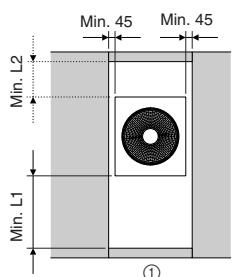

Fig. 2-7
(4) Se vi sono pareti intorno all'unità (Fig. 2-7)